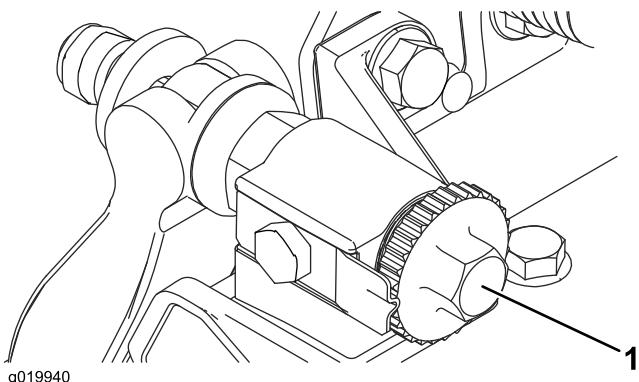

Bild 16
1. Stellen Sie das Mähwerk auf eine flache und ebene Fläche. Drehen Sie die Einstellschrauben des Untermesserträgers nach links, um sicherzustellen, dass der Untermesserträger nicht die Spindel berührt (Bild 16).